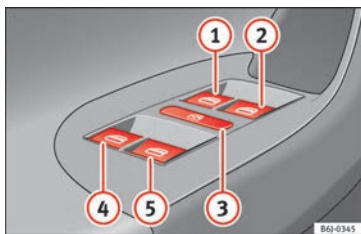

Fig. 116 Détail de la porte du conducteur : commandes pour les glaces avant et arrière (véhicules 5 portes avec lève-glaces électriques avant et arrière).
Les touches » **fig. 116** ①, ②, ④ et ⑤ disposent de deux positions pour l'ouverture des glaces et de deux autres pour leur fermeture. Il est ainsi plus simple de contrôler le processus d'ouverture et de fermeture.